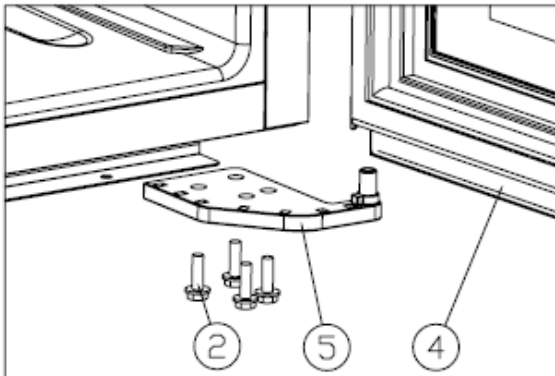

Abb. 2
- ✧ Die M5*16-Schrauben lockern, das untere Scharnier entfernen⑤. [Abb. 2]